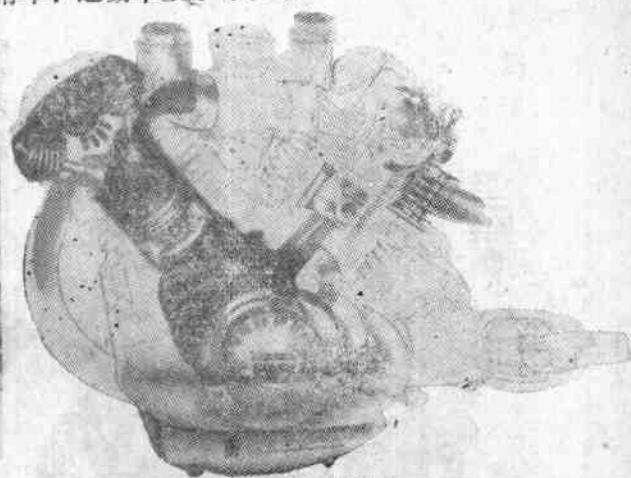

图7 雅马哈
⑦ 双缸风冷四冲程发动机过去多为立式，近年来已多采用V型和降低发动机位置的前倾型。体育竞赛用车的设计已经出现在实用车、通勤车上了(图7)。